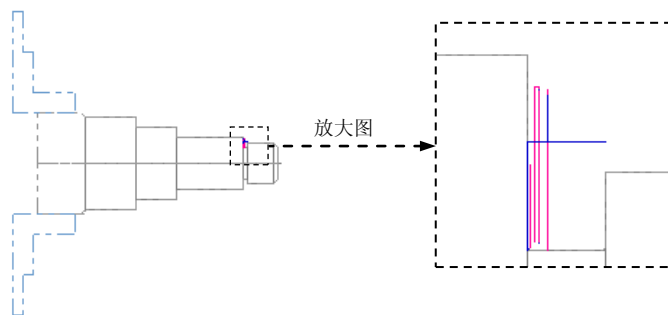

图 8.4.21 刀具路径
Step5. 在“车削径向车 属性”对话框中单击 按钮，完成加工参数的选择，此时系统将自动生成图 8.4.21 所示的刀具路径。